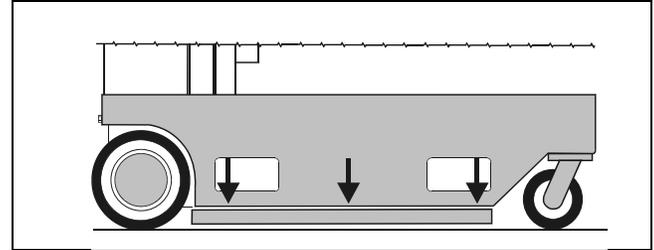

Figura 2-2. Barras de protección contra baches bajadas.
- b. Comprobar que el dispositivo protector contra baches esté completamente activado (barras laterales bajadas) cuando se eleva la plataforma. (Ver la Figura 2-2.)